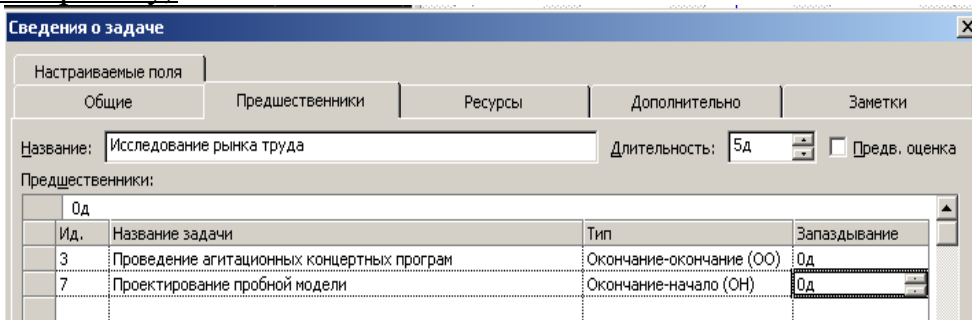

Рис. 3.11 – Створення множинних зв'язків
- У відкритому списку другого рядка вибрати (Назва другої роботи із попередніх) і натиснути **[Enter]**. Вибір буде зафіксовано, а тип зв'язку відобразиться в полі «Тип» (Рис. 3.11) (Продемонструвати приклад з власного проекту)